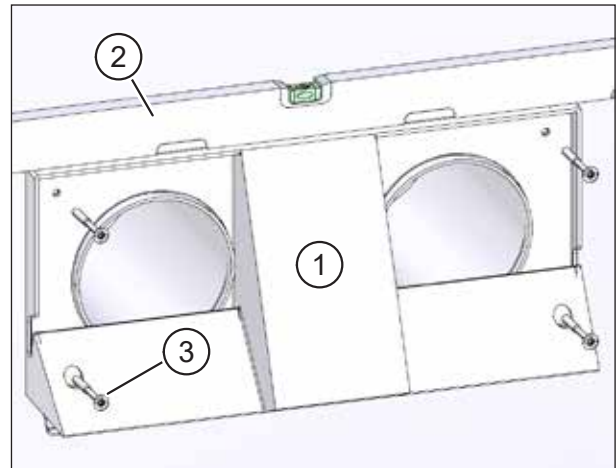

Abb. 13: Grundplatte befestigen
- ▶ Setzen Sie die Grundplatte (Pos. 1 in Abb. 13) vorsichtig und lagerichtig auf die Lüftungsrohre auf. Achten Sie darauf, dass die Dichtungen nicht beschädigt werden.
- ▶ Richten Sie die Grundplatte mit einer Wasserwaage (siehe Pos. 2 in Abb. 13) lotrecht aus.
- ▶ Befestigen Sie die Grundplatte mit den vier mitgelieferten Schrauben (Pos. 3 in Abb. 13).